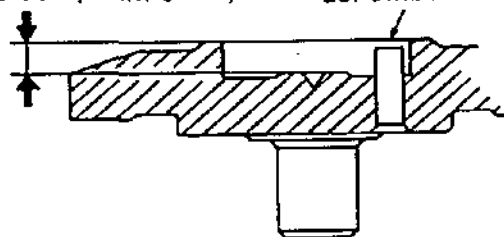

Figura.13-8 Comprobación de desgaste en el disco de leva
(3) El pasador de impulsión del émbolo distribuidor, situado en el disco de lava, debe ser redondo. Cuando se forma una superficie plana en el pasador, deberá reemplazarse el disco de leva. (Vea la figura.13-8) Un pasador desgastado causará problemas en la variación de tiempo de inyección.